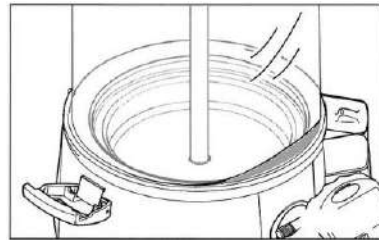

Abb. 35
6. In Abb. 35 ist ein falsch angebrachter Behälter gezeigt; in diesem Fall liegt der Behälter NICHT perfekt am ganzen Rand des Sockels an